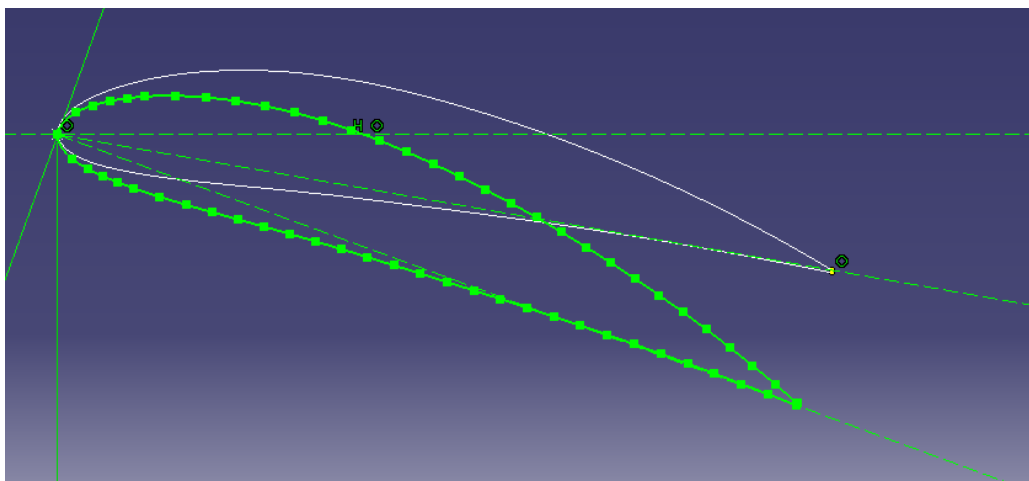

Figura 26. Incidencia y Torsión
- En la Figura 26 se ha dibujado el perfil del encastre con un ángulo de incidencia y el de la punta del ala con un ángulo de torsión. Aunque el ángulo de torsión en este ejemplo sea más grande que el de incidencia, este puede ser menor.